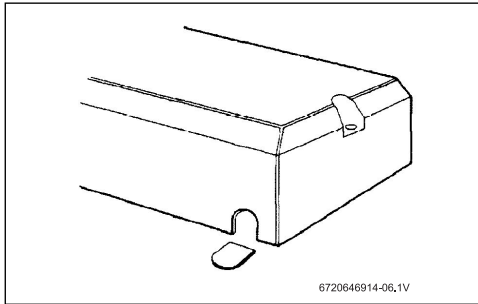

Fig. 9 Découpe de la languette du capot
- ▶ Si le passage par le bas du capot est choisi, découper la languette du capot pour mettre à nu la gaine en caoutchouc (Fig. 9) :